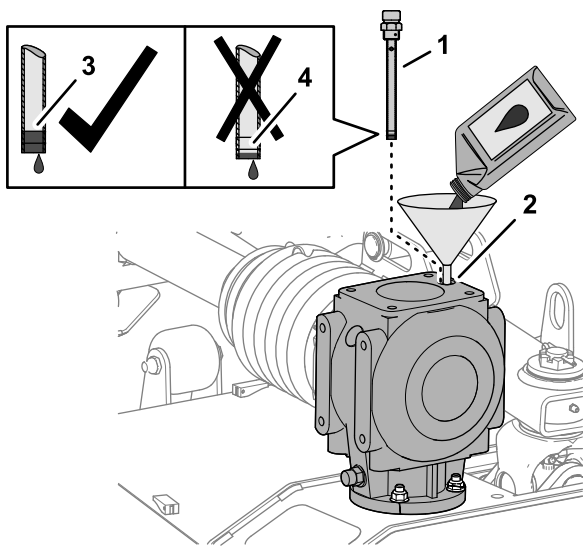

Рисунок 57
1. Долейте 1064 мл трансмиссионного масла указанного типа в редуктор через отверстие для масломерного щупа (Рисунок 57).
- Заверните масломерный щуп в отверстие, выверните щуп и проверьте уровень масла по щупу (Рисунок 57).
- Заверните масломерный щуп в заливное отверстие и затяните его (Рисунок 57).